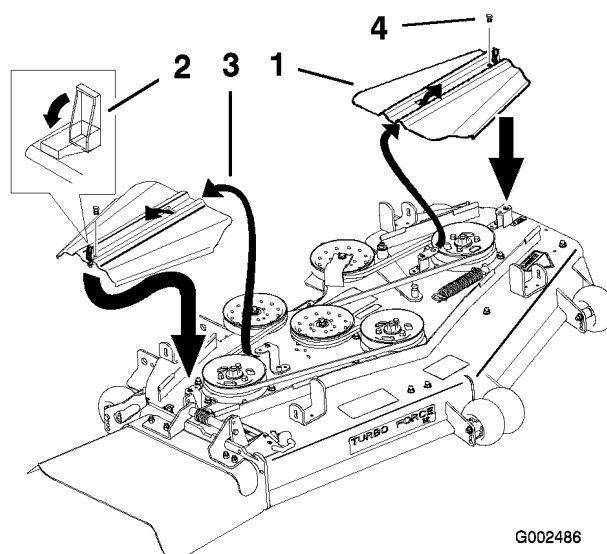

Figura 54
10. Montate i paracinghia infilando le linguette, avvitate i bulloni e chiudete i dispositivi di fermo (Figura 54).